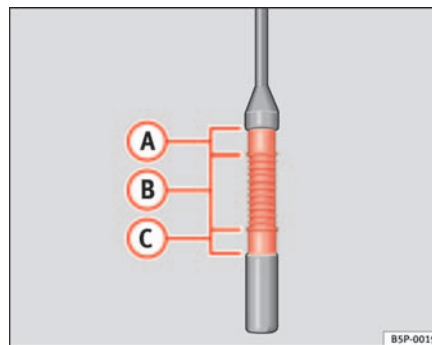

Abb. 122 Ölmesstab.
- Ziehen Sie den Ölmesstab wieder heraus und lesen Sie den Ölstand am unteren Ende des Ölmesstabes ab ⇒ **Abb. 122**.
Befindet sich der Ölstand im Bereich ⇒ **Abb. 122 (A)**, darf kein Öl nachgefüllt werden.